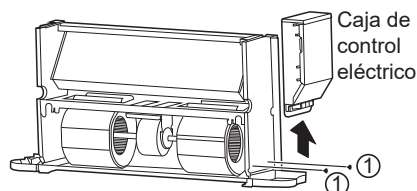

Figura 4-7: Extracción de la caja de control eléctrico
- Retire los tornillos ① \*2 para extraer la caja de control eléctrico, tal como se muestra en la Figura 4-7.